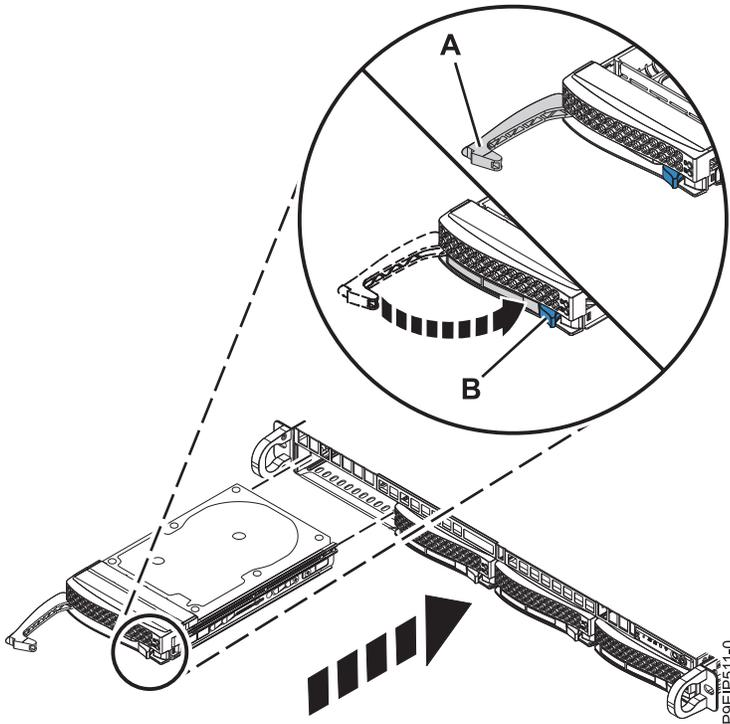

Figure 11. Détails relatifs à la fixation d'une unité de disque
7. Verrouillez la poignée de la baie d'unité (A) en poussant le loquet de la poignée comme indiqué dans la figure 11, à la page 14.